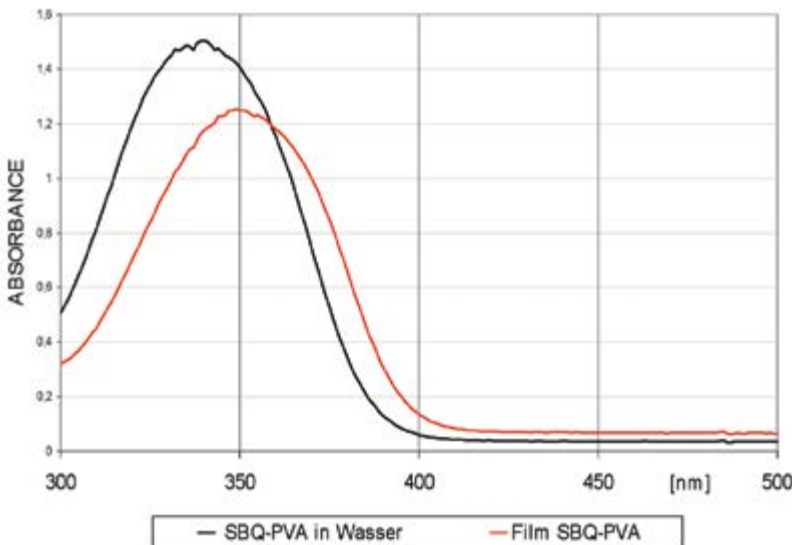
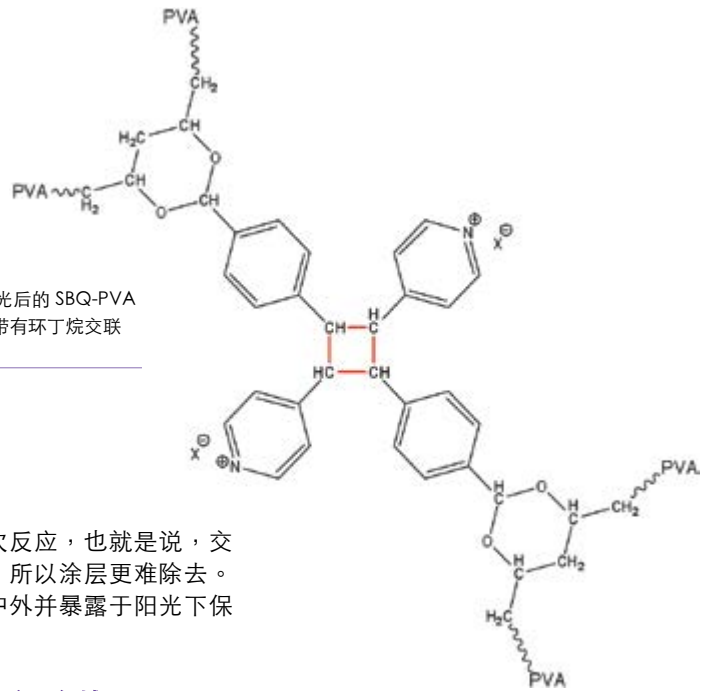

图 2：SBQ-PVA 的 UV 光谱在干膜及水溶液中。在非林膜片，您可在 372nm 左右识别非对称旁瓣
图 3：UV曝光后的 SBQ-PVA 分子断面，带有环丁烷交联点的形成
如果能够更深入地研究 SBQ-PVA 的 UV 光谱，您会发现较高波长下行光谱有不对称 (参见图 2)，最近的研究和曲线幅度差已归因于 372nm 左右的旁瓣 (8)。该旁瓣基于 SBQ-PVA 中 SBQ 基团的预取向，在一定程度上解释了高反应性是为了触发两个 SBQ 基团 (参见图 3) 交联反应及必须结合，而预取向就已是这种情况。
尽管 SBQ 感光胶可以很容易配制成为高抗溶剂、UV及塑胶油墨性质，但在使用水基印刷介质时又会有限制。尤其是水介质的耐印力就成问题。该限制是根据 SBQ 交联反应的双功能性（参见图 3）- 限制极限交联度的浓度。不仅如此，可以融入 PVA 中的 SBQ 基团的数量也有限制，因为即使是超出相对不多的 SBQ 浓缩物，SBQ-PVA 也会变得不可溶。如果必须印刷大量的水介质印刷，那么可以通过添加更高功能性重氮化合物。